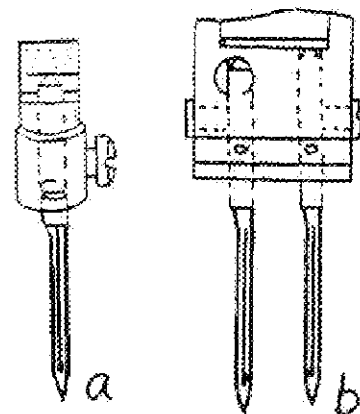

Рисунок 7
3. Сборка иглы (замена), (см. рисунок 7)